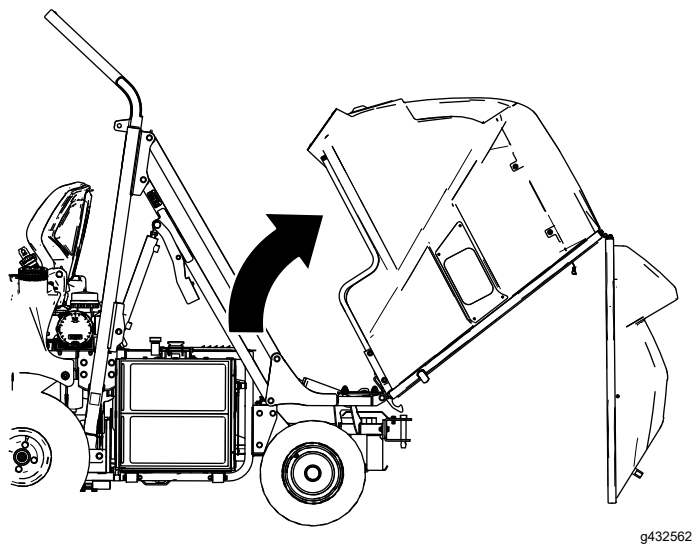

Bild 50
2. Drehen Sie die Fangbox mit der Hand nach oben und rückwärts (Bild 50).